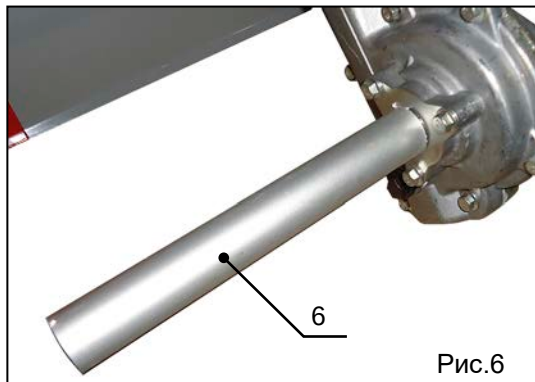

Рис.6
1. Снимите с редуктора транспортировочные трубки (поз.6, рис.6)